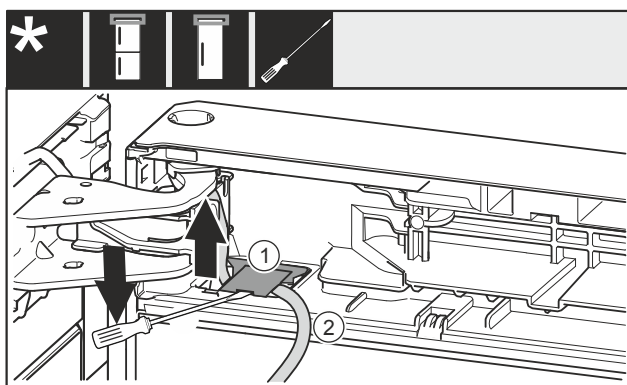

Fig. 12
- Con un cacciavite a intaglio Fig. 12 (1), sollevare la copertura e rimuoverla.
- Sfilare il cavo Fig. 12 (2).